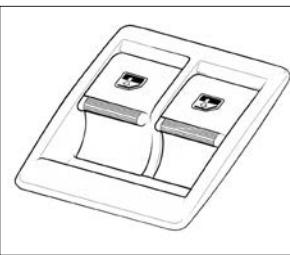

Рис. 29. Клавишные переключатели стеклоподъемников
Наружные зеркала оснащены электроприводом. Блок управления зеркалами располагается на облицовке накладки кожуха пола (рис. 28, позиция 2). Выбор регулируемого зеркала осуществляется перемещением переключателя 1 (рис. 29) в фиксированные положения (правое/левое), соответствующие регулировке правого/левого зеркала.
**В вариантом исполнении** автомобиль может быть укомплектован только клавишными переключателями стеклоподъемников (рис. 29).